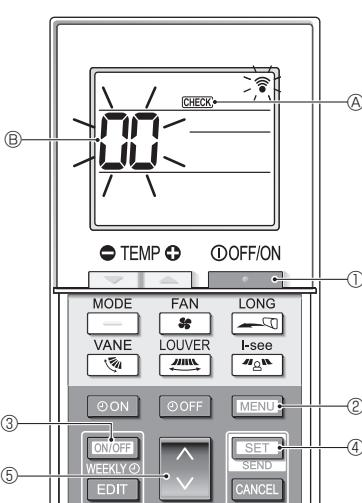

Fig. 7-6
7.3.2. Bezprzewodowy pilot zdalnego sterowania (Fig. 7-6)